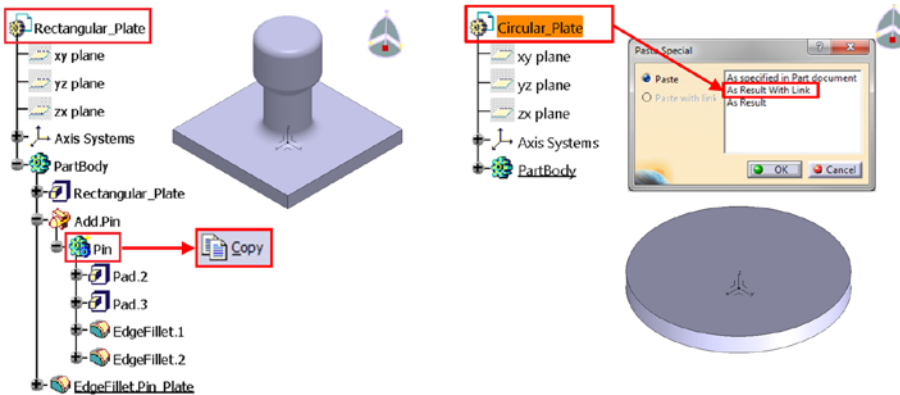

Bild 5.45 Teileübergreifende Kopie von 3D-Geometrie
2. Link Synchronized (Verknüpfung synchronisiert): Kopieren Sie im ersten Schritt die Geometrie des Bolzens aus dem Bauteil **Rectangular_Plate**. Klappen Sie dazu den Strukturbaum so weit auf, bis die Teilgeometrie mit der Bezeichnung **Pin** sichtbar wird. Den Kopiervorgang können Sie entweder mit einem Klick (zur Markierung) auf den betroffenen *Body (Körper)* und das Tastenkürzel *Strg+C* oder über das Kontextmenü (RMT auf die Datenschachtel) mit dem Menüpunkt *Copy (Kopieren)* erreichen. Im zweiten Schritt wechseln Sie in das Fenster des Bauteils **Circular_Plate**. Über die RMT auf die Teilenummer des Dokuments öffnen Sie das Dialogfenster *Paste Special (Einfügen Spezial)* über den gleichnamigen Menüeintrag. Mit der Einfügevariante *As Result With Link (Als Ergebnis mit Verknüpfung)* fügen Sie die Kopie des Bolzens mit der Verknüpfung zu deren Original ein (Bild 5.45).